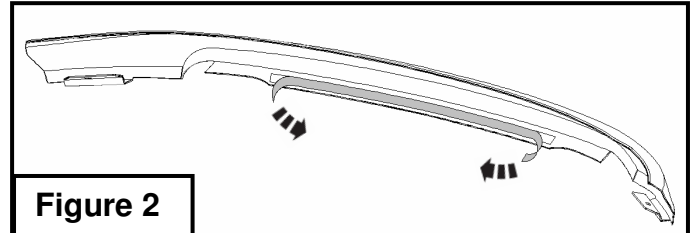

Figure 2
4. Enlevez partiellement l'endos du ruban 3M sur 2 " à chaque extrémité. (**Fig. 2**)